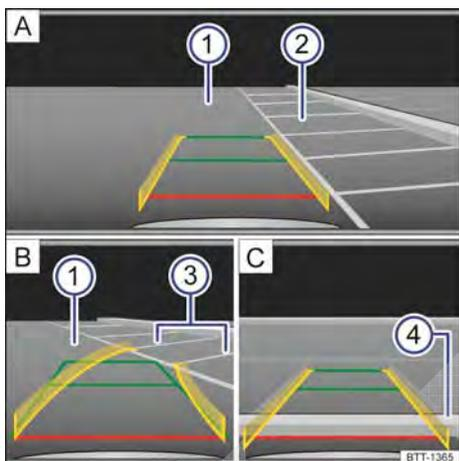

Fig. 180 Exibição do display: entrar na vaga de estacionamento com a câmera de marcha a ré, modo 1.
Legenda para Fig. 180:
- Posicionar o veículo na frente da vaga de estacionamento 2 → Fig. 180 A.